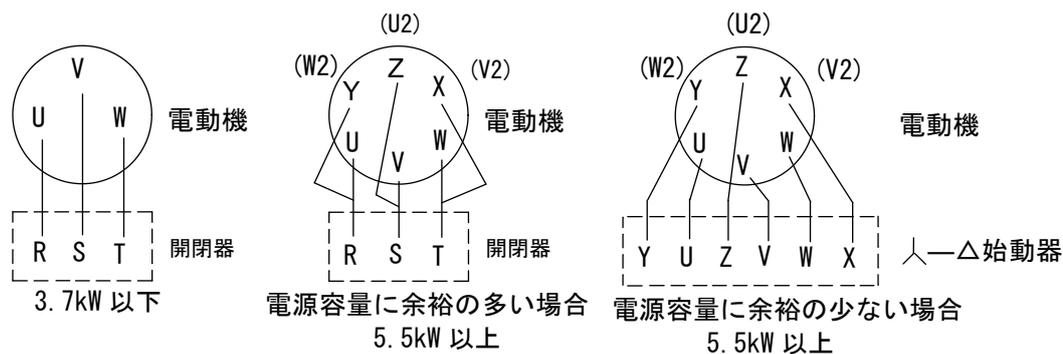

図7 配線接続図
- (2) 電動機の配線は図7 配線接続図を見て行ってください。
- (3) 内線規定に従い、過負荷保護装置を取付けて下さい。
- (4) 開閉器を入れる前に次の点をお調べください。